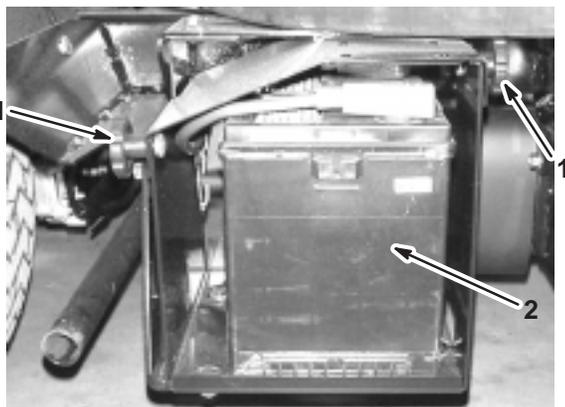

Bild 52
2. Lockern Sie die Handräder an beiden Seiten des Batteriekastens und nehmen Sie die Batterieabdeckung ab (Bild 52).
Hinweis: Nehmen Sie die Batteriehalterung und die -befestigungen ab (Bild 52).
3. Setzen Sie die Batteriehalterung ein und befestigen Sie sie mit den vorher abgenommenen Befestigungen (Bild 52).
4. Montieren Sie die Batterieabdeckung und befestigen Sie sie mit den zwei Handrädern (Bild 52).
1. Lockern Sie die Handräder an beiden Seite des Batteriekastens und nehmen Sie die Batterieabdeckung ab (Bild 52).